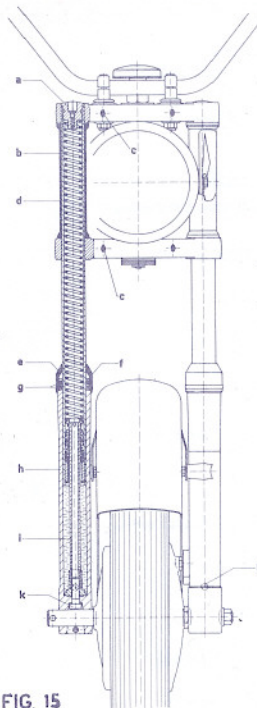

FIG. 15
7.6 Teleskopgabel (Fig.15)
7.6 Fourche télescopique (fig.15)